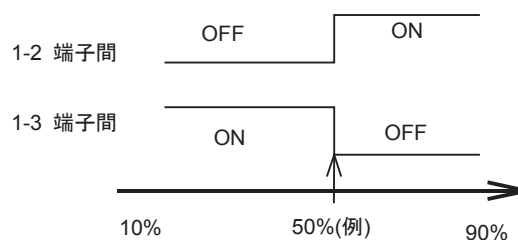

図9 補助スイッチの設定作動形式例
開動作時、50%開度において、①-②端子間が「ON」になり、①-③端子間が「OFF」になるように設定した例を『図9 補助スイッチの設定作動形式例』に示します。